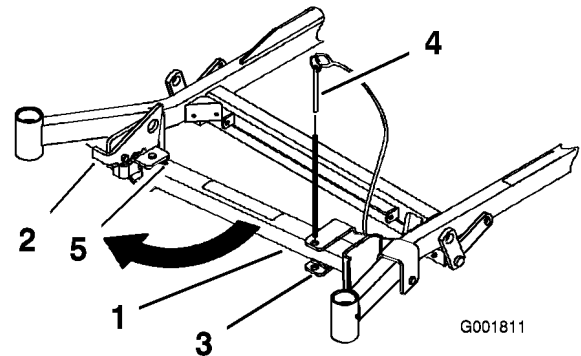

Bild 30
2. Nehmen Sie den Halterungsstift ab (Bild 30).
3. Heben Sie den Riegel an. Drehen Sie den Ständerfuß nach vorne heraus und schieben Sie den Ständer zur Maschine in den unteren Schlitz (Bild 30 und Bild 31).
- Stellen Sie den Ständer wieder in die Ruhestellung (Bild 30).